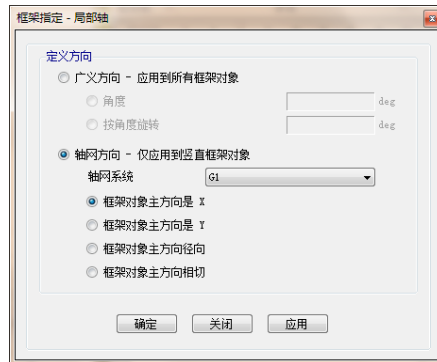

图 3-17 框架指定-局部轴对话框
- 点击菜单：**指定>框架>局部轴**命令，弹出如图 3-17 的**框架指定-局部轴**对话框。